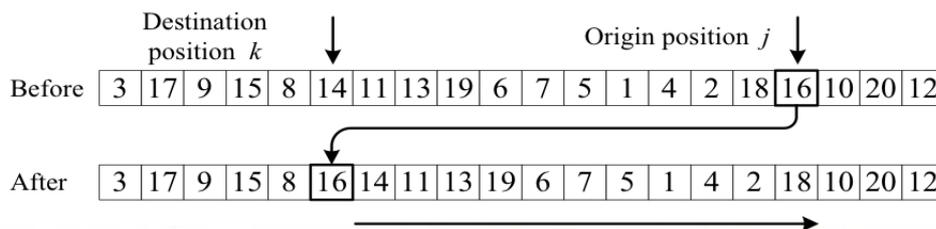

Ilustración 7. Creación de vecindades por el método de inserción (Framinan et al., 2014)
- Para cada individuo de la población (π), mientras no se cumplan las condiciones de paradas, generamos vecinos (π') por el método de inserción (*Ilustración 7*).